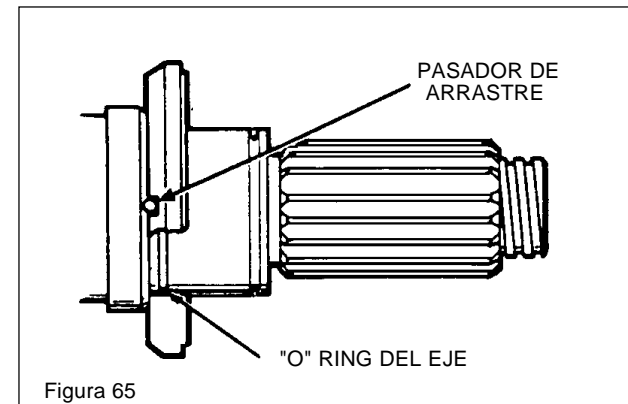

Figura 65
- Instale los asientos de los sellos asegurándose de alinear la ranura de la cara trasera con el pasador de arrastre del eje. Lubrique la cara de los asientos. (Vea la figura 65)